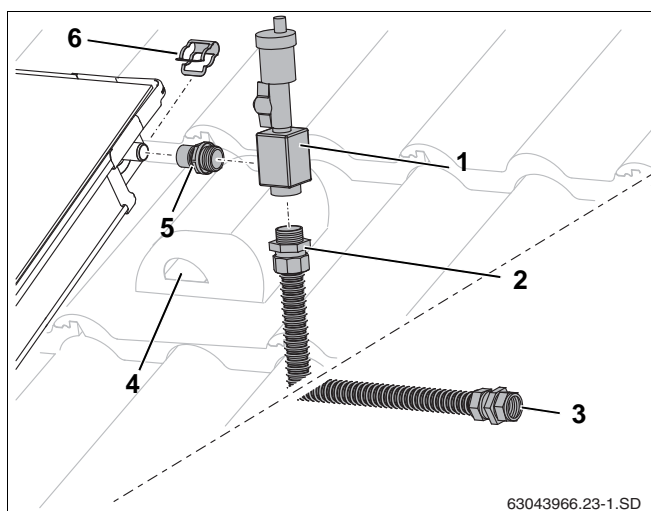

Fig. 58 Montering af udlufter
- ▶ Skru niplen (fig. 58, **pos. 5**) og tilslutningsrøret (fig. 58, **pos. 2**) ind i luftkoppen (o-ring-pakning).
- ▶ Sæt luftkoppen (fig. 58, **pos. 1**) med nippel på solfangertilslutningen, og fastgør med klemme (fig. 58, **pos. 6**).
- ▶ Før tilslutningsrøret sammen med følerkablet gennem udluftningstagstenen (fig. 58, **pos. 4**) og gennem tagisoleringen.
- ▶ Slut samleledningen til klemringsforskrningen (fig. 58, **pos. 3**).